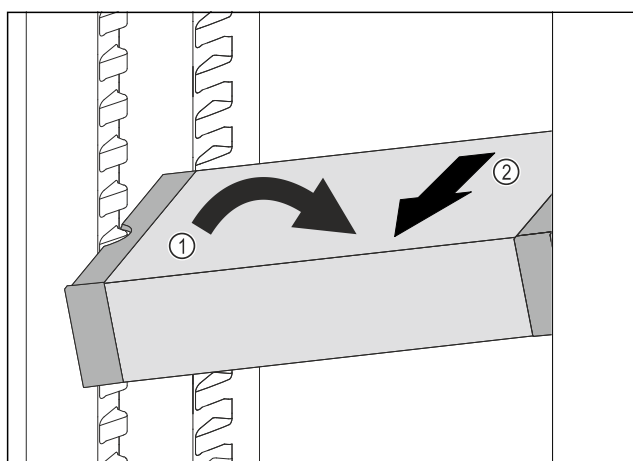

Fig. 220
- Vendosni VarioSafe pjerrtas në pjesën e ftohjes. Fig. 220 (1)
- Hiqni VarioSafe për nga përpara. Fig. 220 (2)